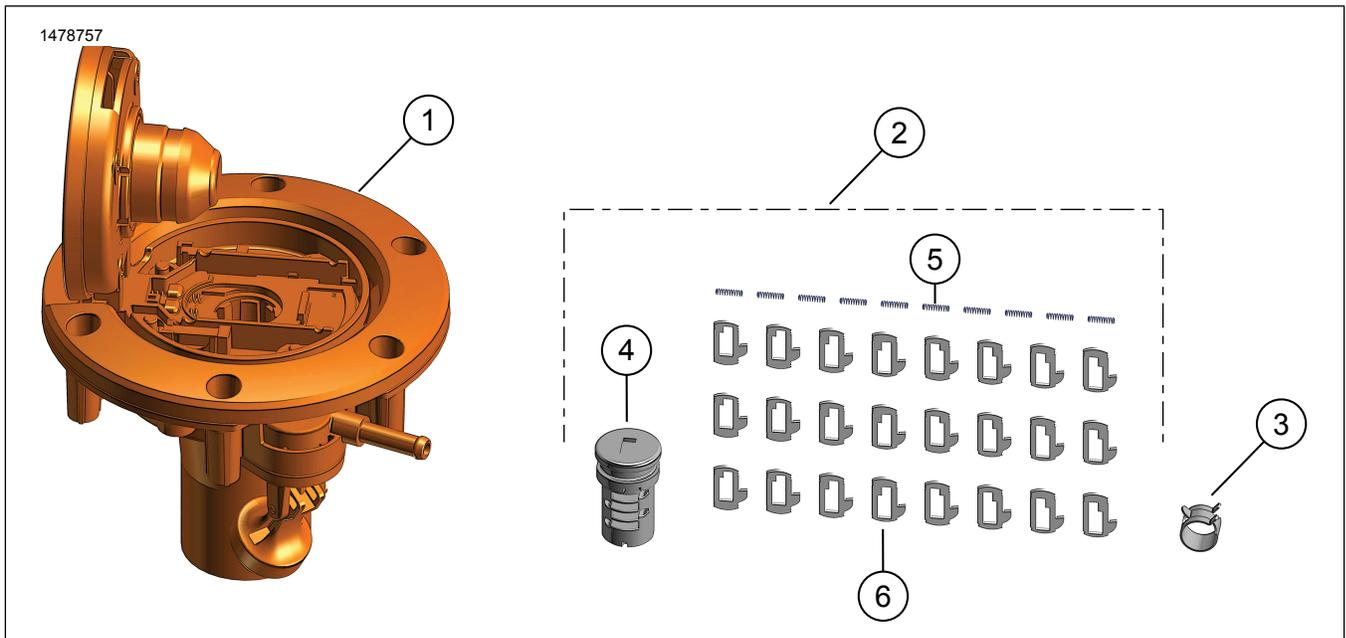
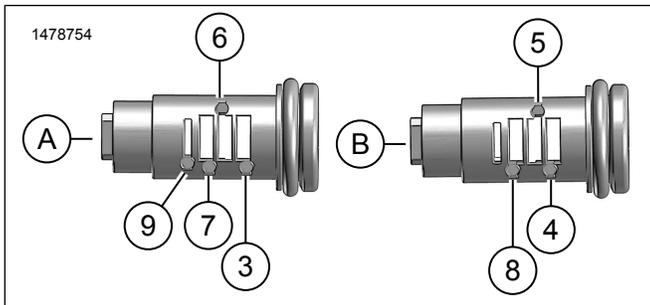

Figure 1. Contenu du kit : Bouchon de verrouillage de carburant de style rond
Figure 5. Emplacements d'installation des ressorts et culbuteurs
4. Voir la figure 5. Installer les ressorts de culbuteur (5), voir Figure 1 , dans les trous aux positions 8,5,4 et 1 sur le côté (A) du sous-ensemble cylindre.
5. Voir la figure 5. Installer les culbuteurs (6), voir Figure 1 , no11-14 dans les positions 8,5,4 et 1 par nombres de culbutes déterminés dans Tableau 3 .
6. Voir la figure 5. Installer les ressorts de culbuteur (5), voir Figure 1 , dans les trous aux positions 2,3,6 et 7 côté (B) du sous-ensemble cylindre.
7. Voir la figure 5. Installer les culbuteurs (6), voir Figure 1 , no21-24 aux positions 2,3,6 et 7 par nombre de culbute déterminés dans Tableau 3 .
- Voir la figure 1. Installer le collier de serrage (3) sur le tuyau de reniflard où le collier Équipement d'origine a été enlevé précédemment.